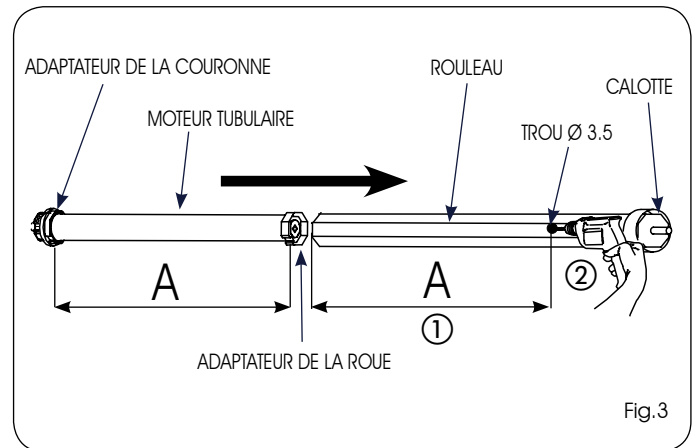

Fig.3
- 1) Réaliser un trou avec un foret  $\varnothing 3$  mm sur le rouleau (Fig.3 réf.②) à la distance A (Fig.3 réf.①), en faisant référence au tableau 1.